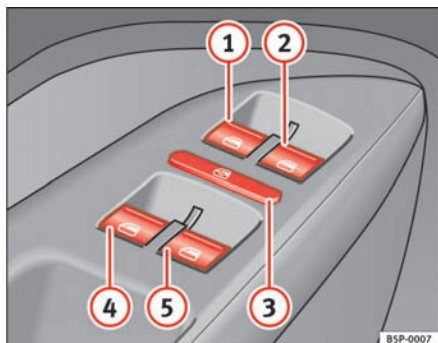

Fig. 69 Kontakter i førerdøren: kontakter til elruder foran og bagi
Kontakterne ⇒ side 104, fig. 69 ① og ② har to trin til åbning og to trin til lukning af ruden. Det gør det nemmere at åbne eller lukke ruderne i den ønskede position.